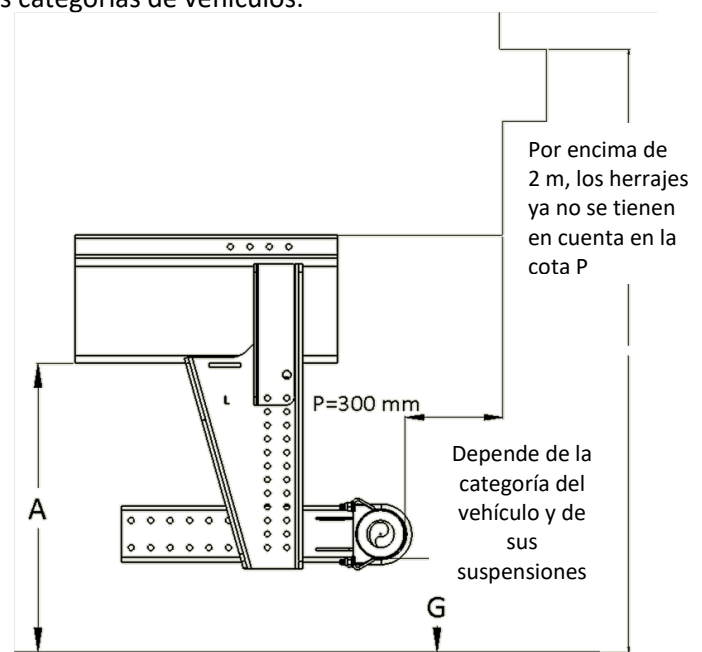

Figura 3
- Respete la distancia al suelo del perfil, **A** máx. y **G** (véase la Figura 3).